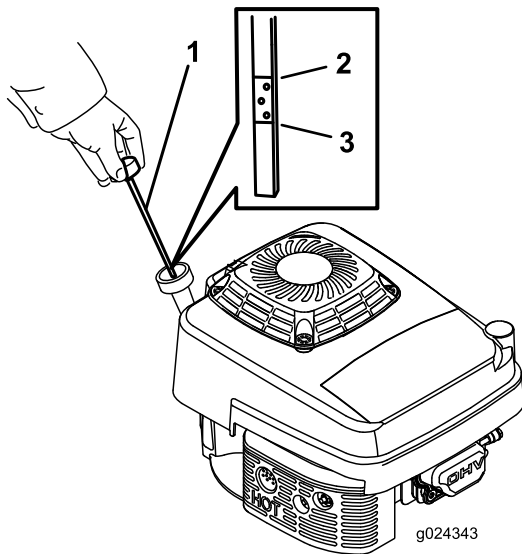

Figura 12
2. Girate il tappo in senso antiorario ed estraete l'asta di livello (Figura 12).
5. Controllate il livello dell'olio sull'asta (Figura 12).
- Se il livello di olio dell'asta è troppo basso (Figura 12), versate con cura una piccola quantità di olio detergente SAE 30 o SAE 10W-30 nel tubo di riempimento dell'olio, attendete 3 minuti e ripetete gli step da 3 a 5 finché il livello dell'olio sull'asta non risulta corretto.
- Se il livello dell'olio sull'asta è troppo alto (Figura 12), drenate l'olio in eccesso finché